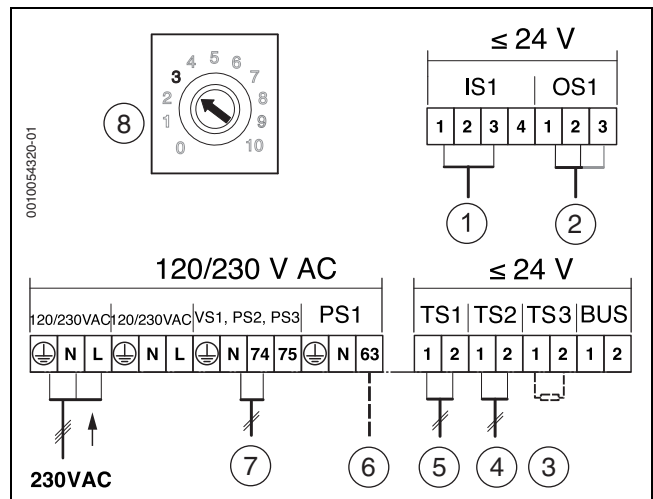

Bild 24 Anschlussklemmen am Modul MHIU100
- Gewünschte Warmwassertemperatur am Kodierschalter des Moduls einstellen (Bild 24).